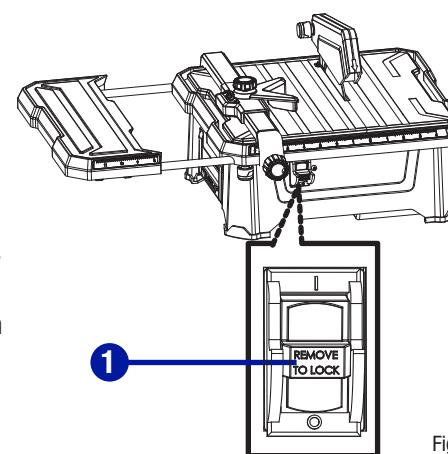

Fig. 15
**INTERRUPTEUR MARCHE/ARRÊT (Fig. 15)**
- Pour mettre en marche la scie pour carreaux, insérez la clé de sécurité (1) dans le boîtier de l'interrupteur. Par mesure de sécurité, l'interrupteur ne peut pas être mis en marche sans la clé.